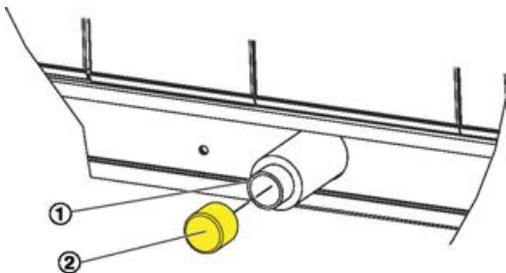

Abb. 31: Kondensatablauf
2. ▶ Schutzkappe(n) (Abb. 31 /2) am Ablauf (Abb. 31 /1) der Kondensatwanne(n) entfernen.
4. ▶ Die Siphons an die Kondensatabläufe (Abb. 31 /1) anschließen.